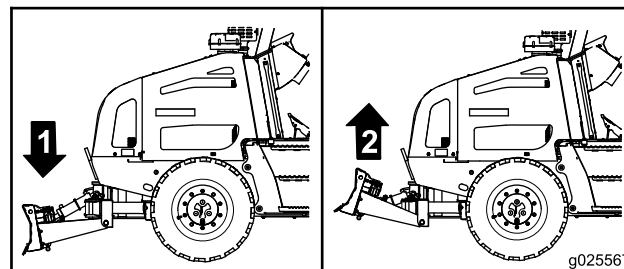

Figura 55
- Para baixar a lâmina de reaterro: Mova o joystick para frente (Figura 55).
- Para subir a lâmina de reaterro: Mova o joystick para trás (Figura 55).